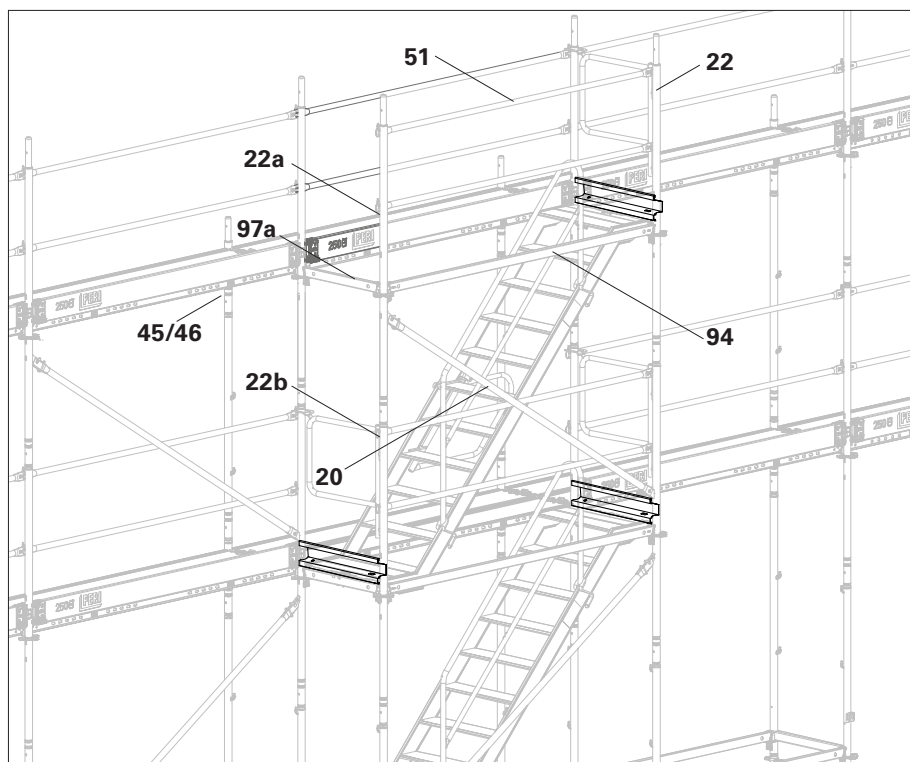

Bild B7.07 **OBS! Gavelsparklister ska monteras på trappans kortsidor.**
8. Haka fast skyddsräcke EPG (51) i första Easy-spira EVM (22).
10. Koppla ihop Easy-spira med horisontalbalk UH Plus 75 (97a) på nästa ställningsnivå med grundställning. Slå fast kilar. (Bild B7.07)
11. Koppla ihop Easy-grundspira EVS med horisontalbalk UH Plus (94).
12. Montera längsgående diagonal EBF (20).
- Nästa trappnivå har monterats. (Bild B7.07)